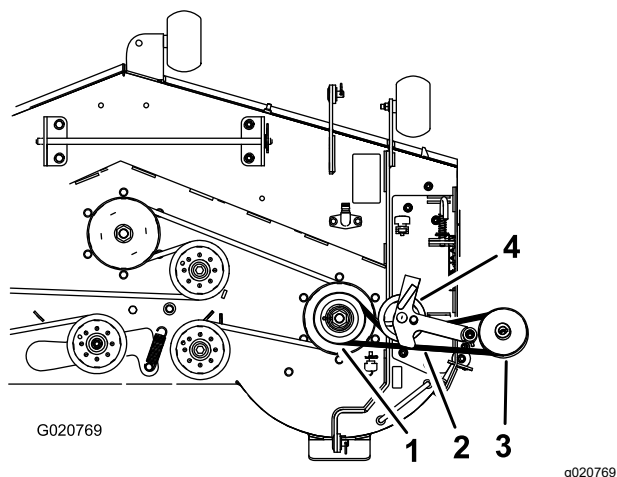
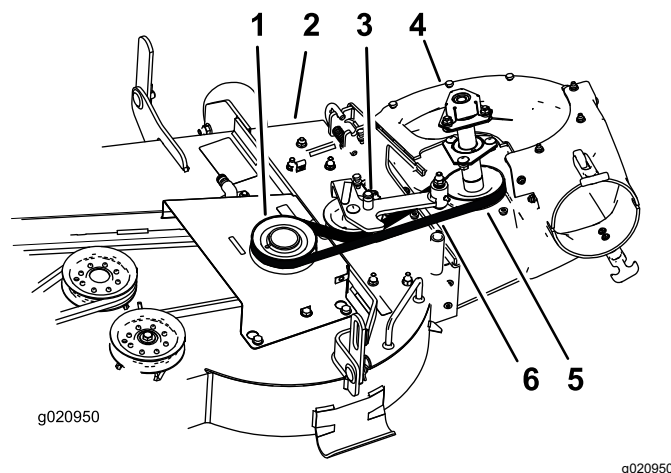

Figura 17
Figura 18
1. Si es necesario, instale la correa alrededor de la polea del soplador (Figura 18).
1. Si es necesario, instale la correa alrededor de la polea del soplador (Figura 17 y Figura 18). Consulte 5 Instalación del conjunto del soplador (página 12).
3. Pase la correa alrededor de la polea motriz, según se muestra en Figura 17 y Figura 18.
4. Enrute la correa provisionalmente por debajo de la polea tensora (Figura 18).
7. Aparte la polea tensora tensada con muelle de la clavija fija del muelle, y pase la correa alrededor de la polea de la carcasa de corte (Figura 18).